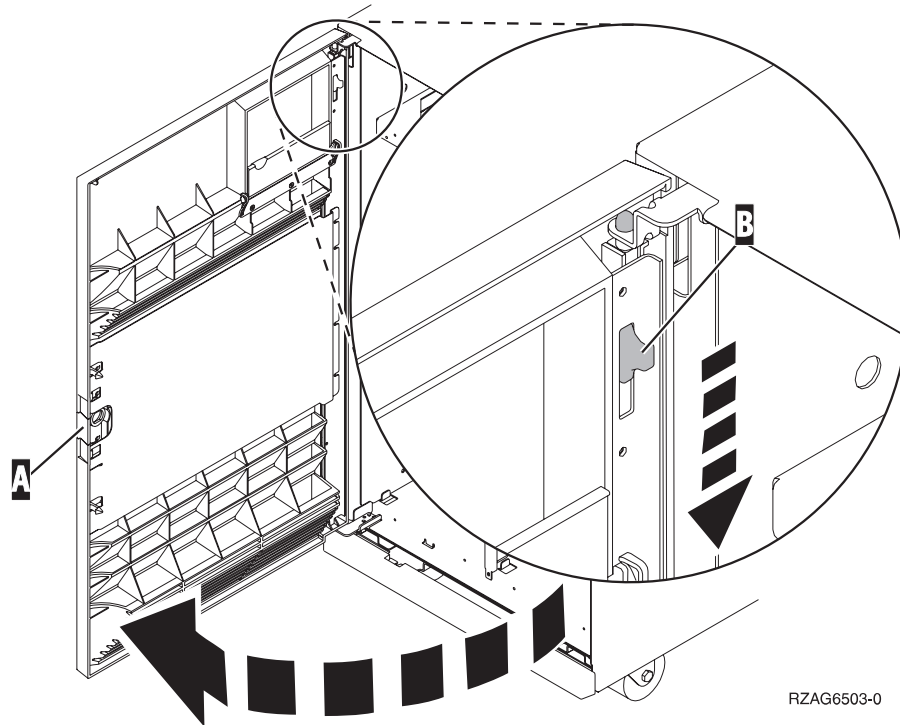

Abbildung 42. Frontverkleidung öffnen
- 7. Sehen Sie sich Abb. 42 an und benutzen Sie die Verriegelung **A**, um die Frontverkleidung zu öffnen.